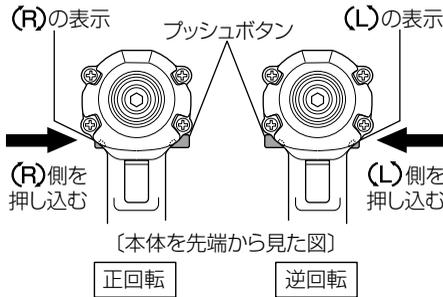

図 14 - (イ) 図 14 - (ロ)
- 図 14 - (イ) のようにプッシュボタンの (R) 側を押すと先端工具はハンドル側から見て右に回り (正回転)、図 14 - (ロ) のように (L) 側を押すと左に回ります (逆回転)。(R)(L) はハウジングに表示してあります。)